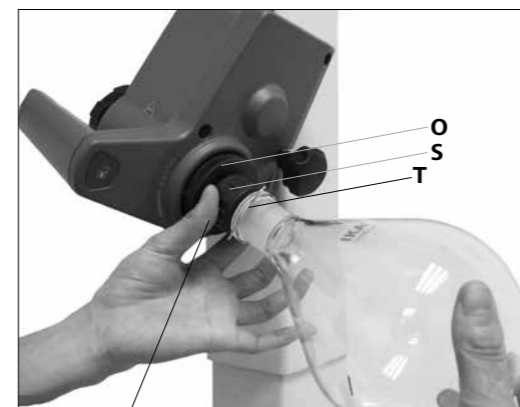

Fig. 15b
- 逆时针旋转带固定夹(S)的塑料螺母(P)直至固定夹可以扣在法兰上。(Fig. 15b)